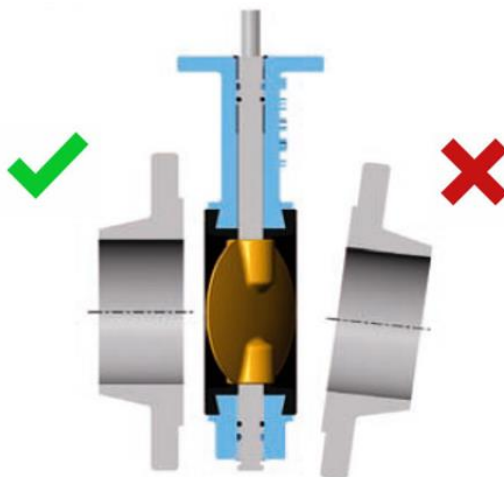

Рисунок 5.96. Установка положения затвора относительно фланцев
- Распределительная плита и фланец должны быть установлены без перекосов относительно дискового затвора, рис. 5.96. Установка под углом приведет к повреждению седлового уплотнения.